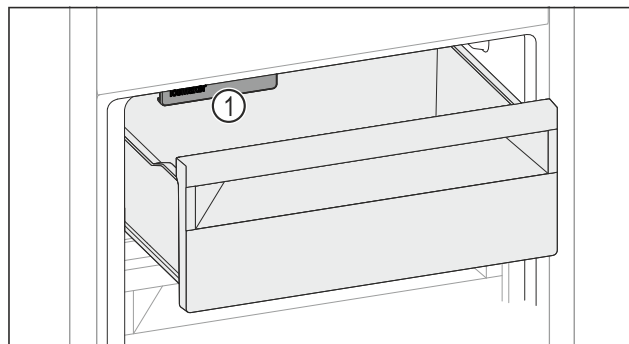

Fig. 132
- ▶ Учитывайте IceMaker Fig. 132 (1).